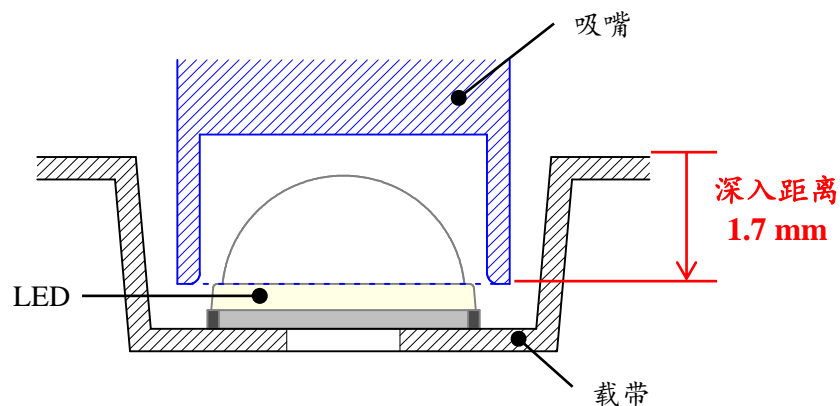

图6. 推荐吸取高度
- 1) 如图6所示，吸取时将吸嘴深入到载带口袋中。吸嘴的高度为距离载带表面1.7mm的位置。